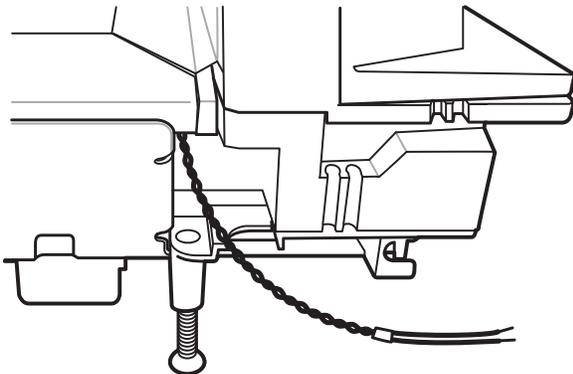

Рис. 3-26 Антенные вводы для подключения контроллера Checkpoint
- Горизонтальная антенна Checkpoint должна быть установлена в центральной части корпуса MP70XX под платформой, а антенные вводы для подключения контроллера должны располагаться, как показано на Рис. 3-26. (Схему прокладки кабелей см. в разделе стр. 1-9.)
- Проложите антенные вводы с оголенными концами, как показано на рисунке Рис. 3-26, и так, чтобы они свисали под сканером MP70XX на несколько сантиметров, чтобы провода контроллера Checkpoint можно было прикрепить к антенне.